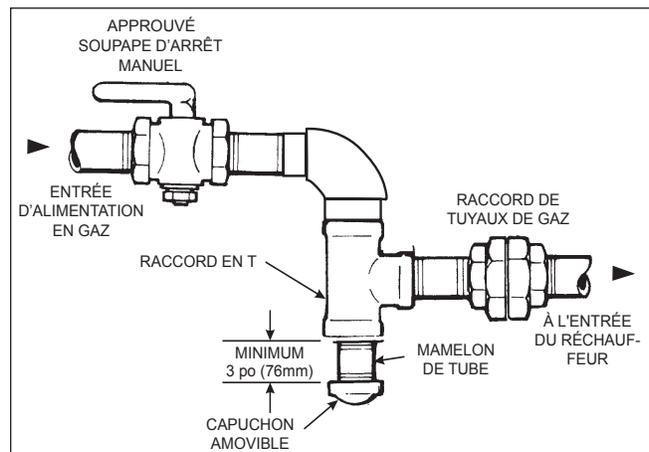

Figure 9. Configuration appropriée pour une trappe à sédiments/collecteur de condensats
4. Installez un bassin de décantation (collecteur de condensats) à l'avant des commandes de gaz, comme il est indiqué dans la figure 9. Ajustez la trappe avec le couvercle pouvant se retirer pour le nettoyage.